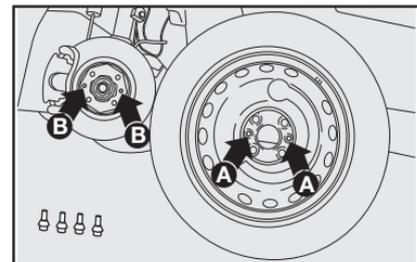

fig. 8
xando os furos **A-fig. 8** com os respec-
tivos pinos **B-fig. 8**.
- Atarraxar apenas um dos parafusos **A-fig. 8**, em correspondência com a válvula de enchimento **B-fig. 9**.